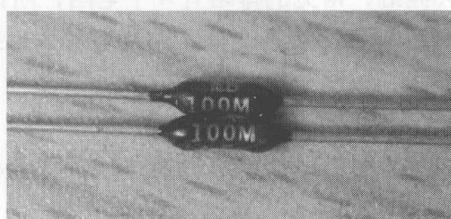

图 1.5 合成膜电阻器
④ 合成膜电阻器是将导电合成物悬浮液涂敷在基体上而得，因此也叫漆膜电阻。由于其导电层呈现颗粒状结构，所以其噪声大，精度低，主要用来制造高压、高阻、小型电阻器。如图1.5所示。